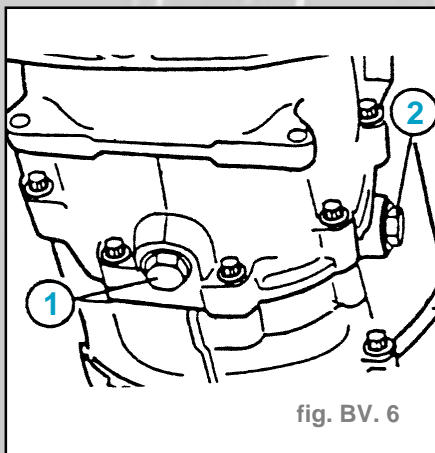

fig. BV. 6
- Dévisser le bouchon de vidange (1) et le bouchon de remplissage (2) (fig. BV. 6).